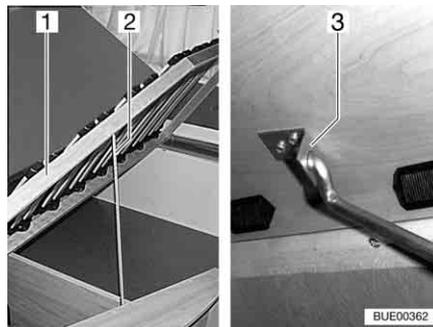

Bild 75 Festes Bett
- Lattenrost (Bild 75,1) anheben, Stange (Bild 75,2) aus Verankerung lösen und in Loch der Halterung (Bild 75,3) einstecken.
- Lattenrost (Bild 75,1) anheben, Stange (Bild 75,2) aus Halterung (Bild 75,3) lösen und in Verankerung einklemmen.